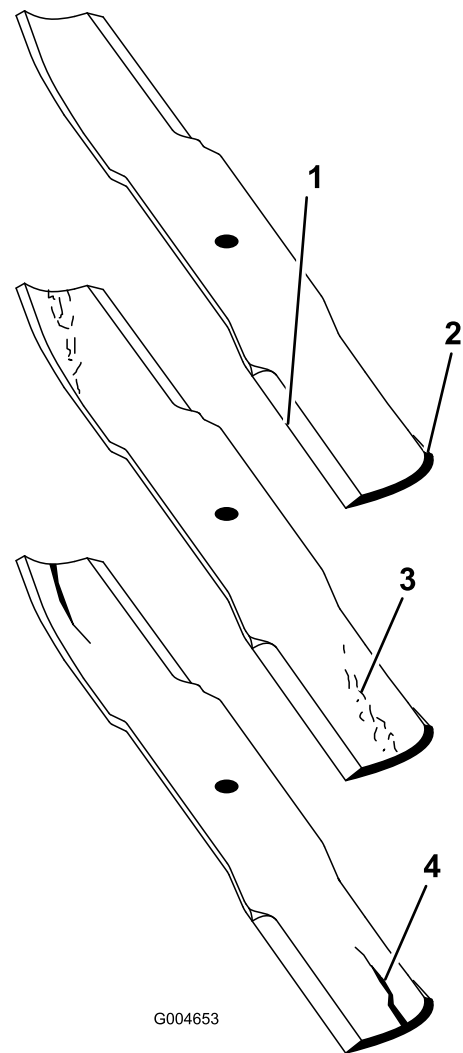

図 71
1. 刃先の部分を点検する（図 71）。刃先部分が鋭利でなかったり、打ち傷がある場合には、ブレードを外して研磨する。「ブレードの研磨」を参照。
2. ブレードを点検、特に湾曲部（図 71）をていねいに点検する。破損、磨耗、割れの発生などがあれば（図 71）、直ちに新しいブレードに交換する。